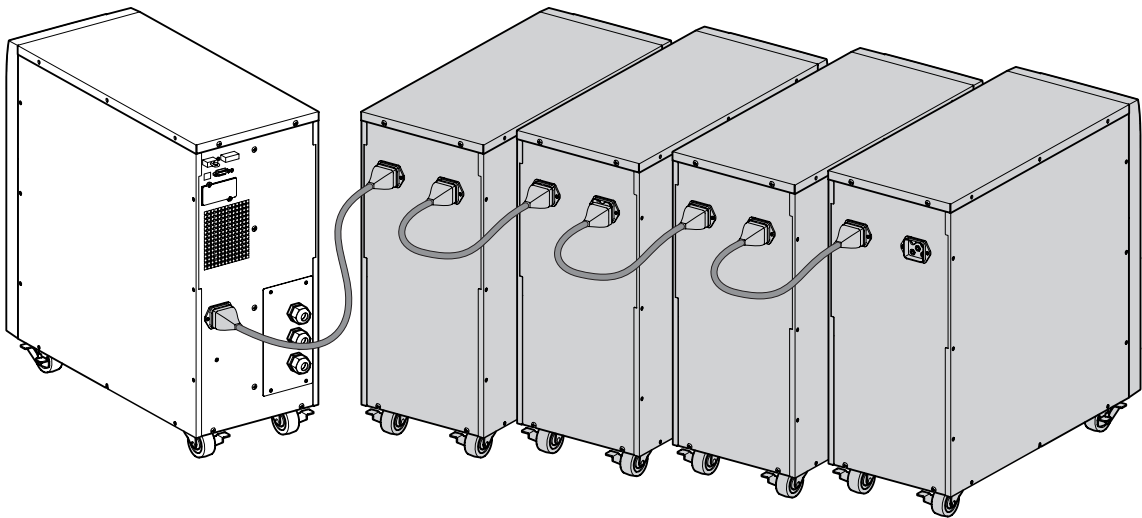

Figure 7. Connexion des EBM(s).
- 1. Enfichez les câbles EBM dans le ou les connecteurs batterie comme illustré dans Figure 7. Jusqu'à quatre EBM(s) peuvent être connectés à l'onduleur.